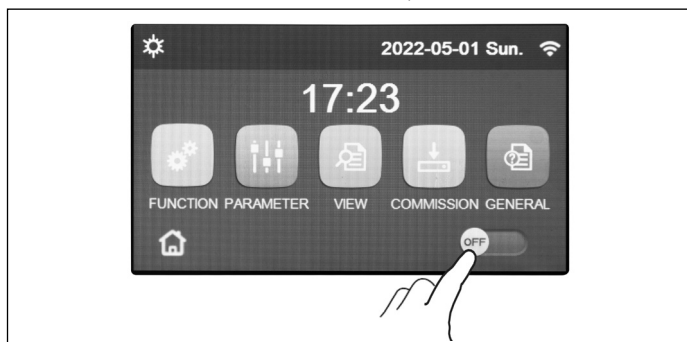

Fig. 3 Pagina ecranului meniu (Home page) (I)
Pentru a porni sau a opri unitatea, este necesar să apăsați butonul așa cum este indicat în Fig. 3 Pagina ecranului meniu (Home page) (I). După aceea, sistemul va solicita utilizatorului să confirme pornirea sau oprirea printr-o casetă de dialog. Aceeași casetă de dialog poate fi utilizată pentru a confirma sau anula comanda de pornire sau oprire.